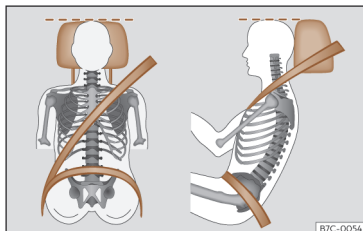

Fig. 7 Banda del cinturón y apoyacabezas ajustados correctamente.
- Ajuste el apoyacabezas de modo que el borde superior quede, en la medida de lo posible, a la altura de la parte superior de la cabeza, en ningún caso por debajo de los ojos. Mantenga la nuca lo más cerca posible del apoyacabezas»» fig. 7.